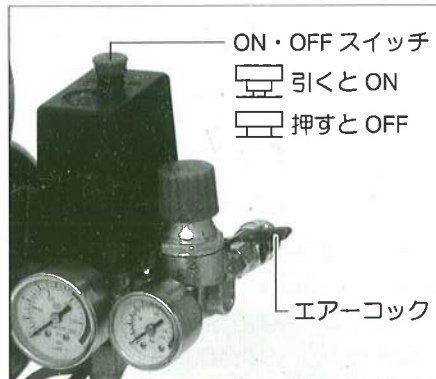

図12
④赤色の ON・OFF スwitchのボタンは振動により振れることがあります但問題はありませぬ。(図12参照)